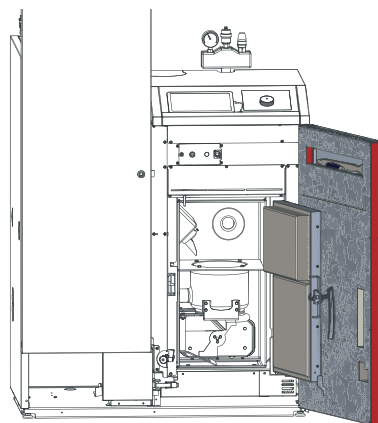

Fig. 45 Verkleidungstür und Brennraumtür öffnen
- ▶ Verkleidungstür und Brennraumtür öffnen (Fig. 45) – siehe auch Pkt. 9.
- ▶ Verkleidungstür und Brennraumbür öffnen (Fig. 45) – siehe auch Pkt. 9.